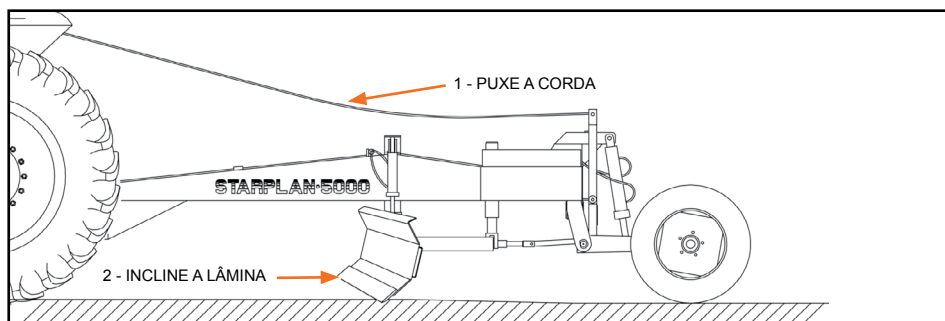

Figura 22
- 2° - Incline a lâmina até que a ponta da navalha do lado que vai ser deslocado para trás toque o solo (Figura 22).